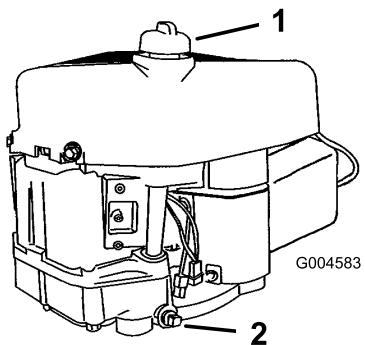

Figura 18
8. Limpie alrededor de la varilla de nivel de aceite (Figura 18) para impedir que caiga suciedad por el orificio de llenado y cause daños en el motor.
11. Vierta lentamente aproximadamente el 80% de la cantidad especificada de aceite por el orificio de llenado (Figura 18). Compruebe el nivel de aceite; consulte Verificación del nivel de aceite.